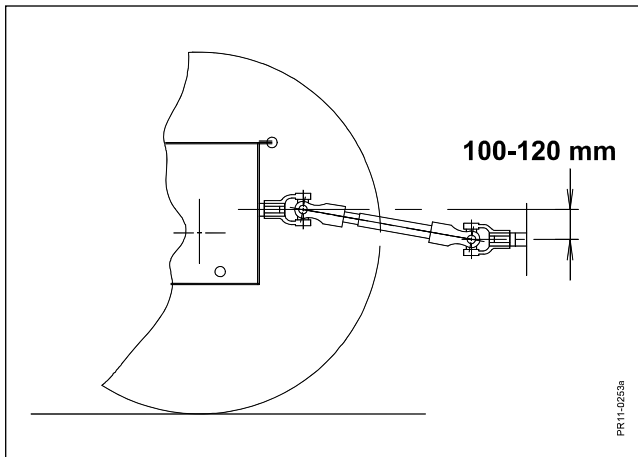

Fig. 2-12
- Fig. 2-12** Die Arbeitsstellung der Maschine wird festgelegt, d. h. der Zapfwellenanschluß (PIC) auf dem Winkelgetriebe an dem Toprahmen muss 100-120 mm niedriger als die Zapfwelle des Schleppers sein, entsprechend einer Neigung der Gelenkwelle von ca. 10°.